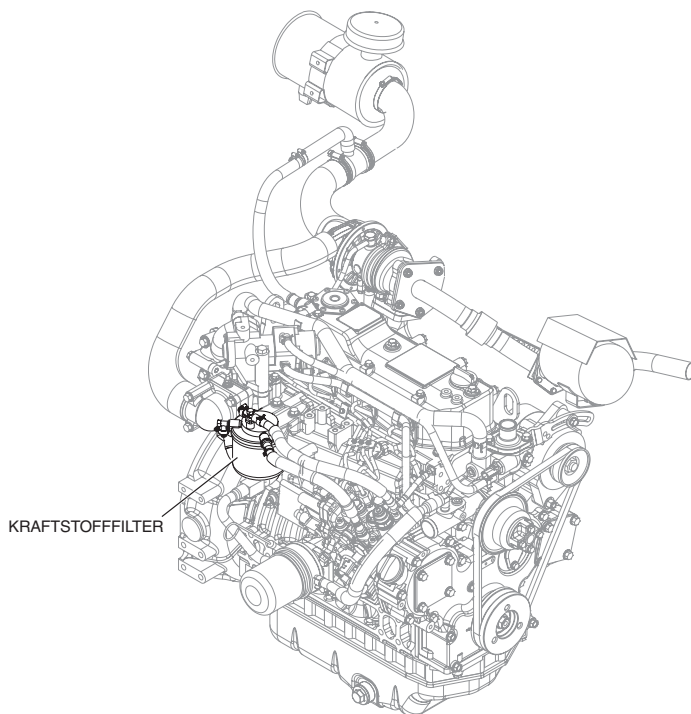

Figure 26. Kraftstofffilter
1. Einsatz des Kraftstofffilters (Figure 26) alle 500 Stunden ersetzen.